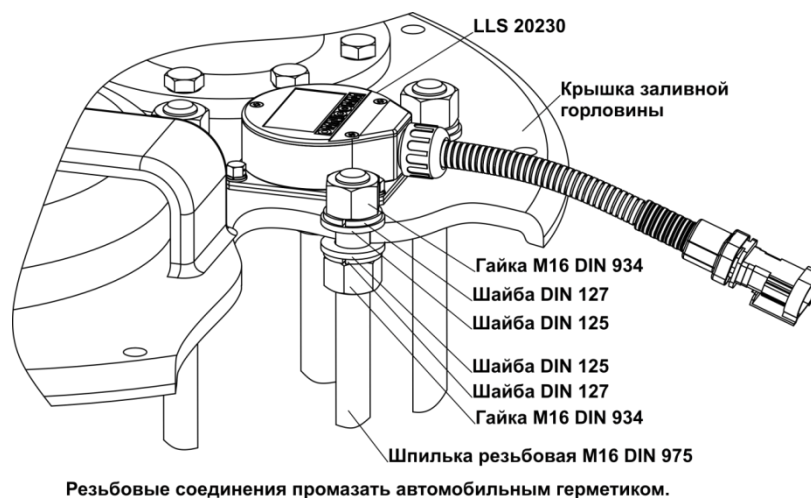

Рисунок 62
6. Установить три резьбовые шпильки согласно рисунку (Рисунок 62).